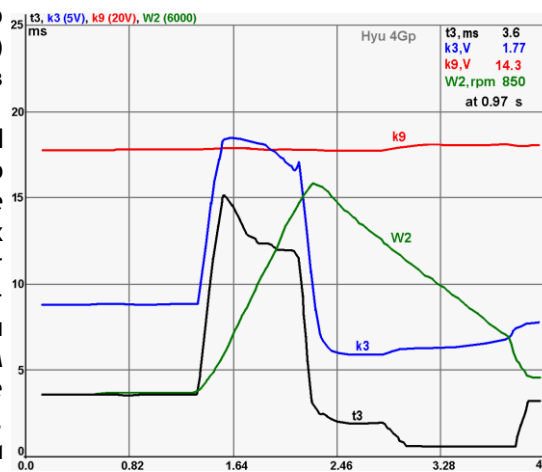

Рис.4
Лет двадцать назад начались первые попытки использования возможностей персональных компьютеров (PC) для создания компьютерных осциллографов. Но вначале были определенные технические трудности, так как многоканальные аналого-цифровые преобразователи (АЦП) выглядели такими монстрами сложности (фото 1). Тем не менее, создание на их основе анализаторов двигателя значительно расширило «палитру» диагностики и позволяло сделать проверки более «интеллектуальными» (рис. 4) и проверять не только «мгновенное значение» параметров, но и графики их изменения во времени (PC-based System Analyzer).